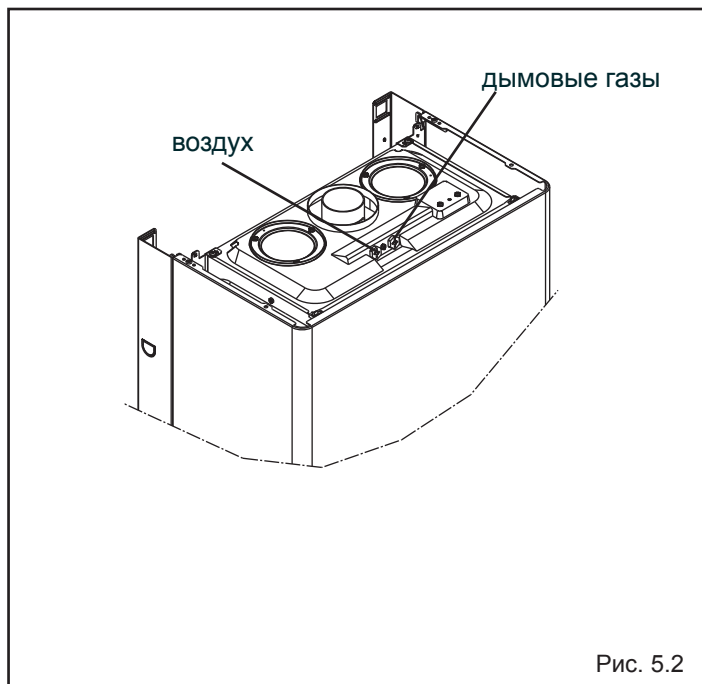

Рис. 5.2
- вставьте в отверстие для контроля дымовых газов и воздуха (рис. 5.2)